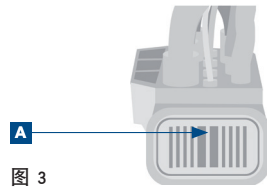

图 3
- 14 解锁并断开电缆束接头 X26 (图 3)
- 拆除锁紧装置 (A)